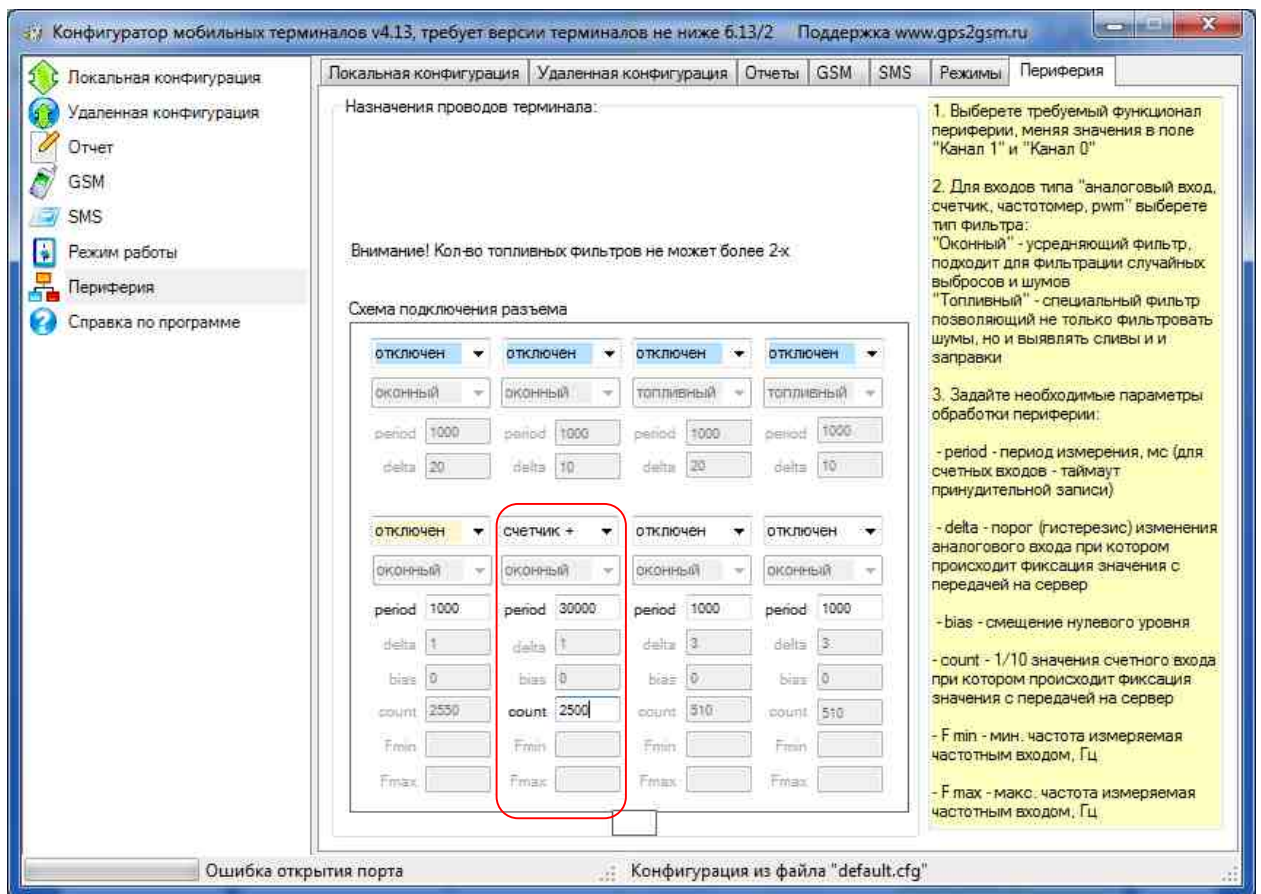

Рисунок 1
- 3.2. Во вкладке периферия для входа Di6 устанавливаются настройки (Рис. 1):